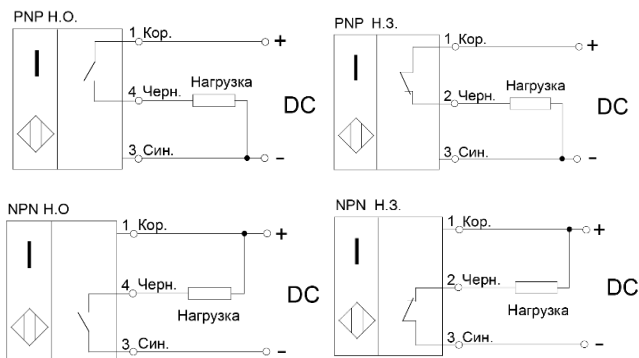

Рисунок 1 - Варианты схем подключения выключателей
3.4 Выключатели включаются в электрическую цепь по 3-х проводной схеме (Рис.1). Соответствие выводов и схема подключения указаны в маркировке выключателя.